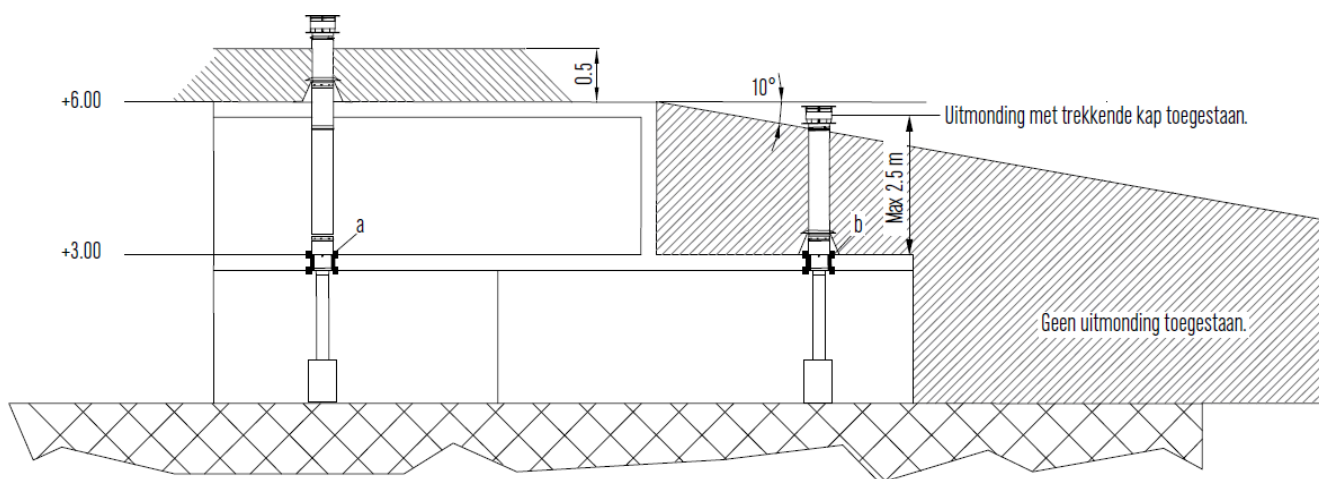

Fig. 1
2. Doorvoer voor plat dak van onbrandbaar materiaal, waarbij nog 2,5m vrijstaand verder gebouwd kan worden zonder gebruik te maken van een tuibeugel. (zie Fig. 1, rechter voorbeeld "b").